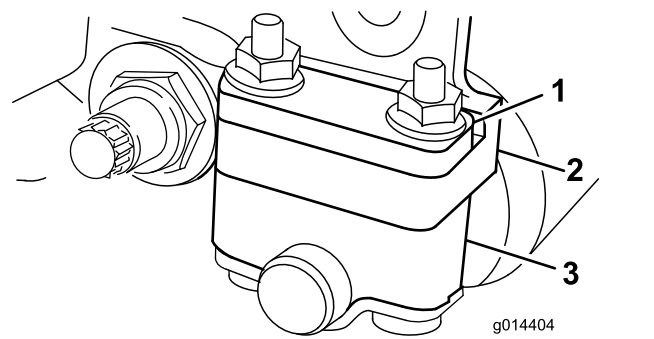
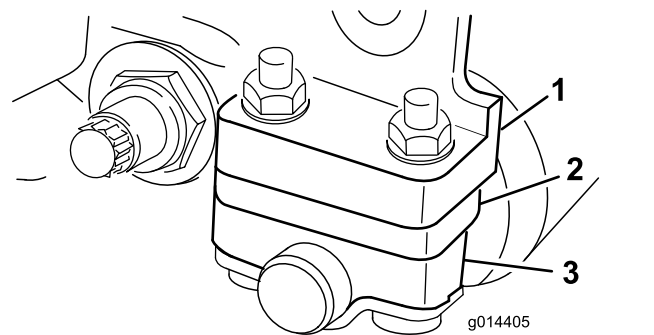

図 15
図 16
使用する刈高によって、後ローラブラケットの取り付け位置を低位置または高位置 図 15 または 図 16 から選択する必要があります。
- 刈高 1.5-6 mm の場合 図 15 のように、スペーサをサイドプレート取り付けフランジの上にセット出荷時の設定する。
- 刈高範囲が 3-25 mm の場合は、図 16 のように、スペーサを取り付けフランジの下にセットする。
4. 必要に応じてスペーサを、ローラブラケットの上または下に 図 15 または 図 16。